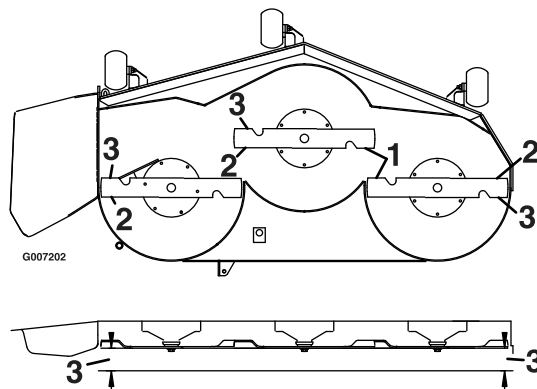

Figura 62
4. Mida entre los bordes de corte exteriores y la superficie plana (Figura 62).